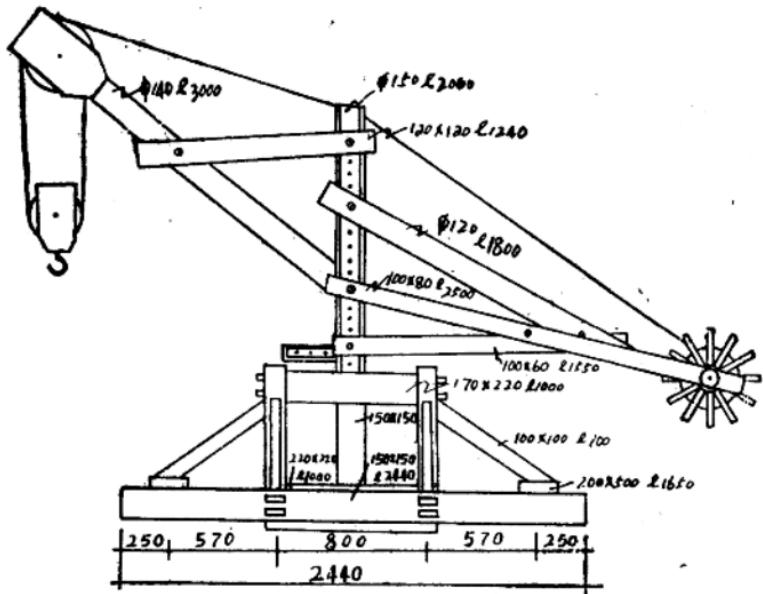

图5 木制少先式起重机 (单位: 毫米)
1. 底盘 用木料做成，长2.44米，寬2.4米，它的结构必須牢固，四边都有斜撑。木料的尺寸如图5所注。底盘的中央装一根直径为150毫米、长度为2米的“冲天”，“冲天”可以作 360° 水平轉动。